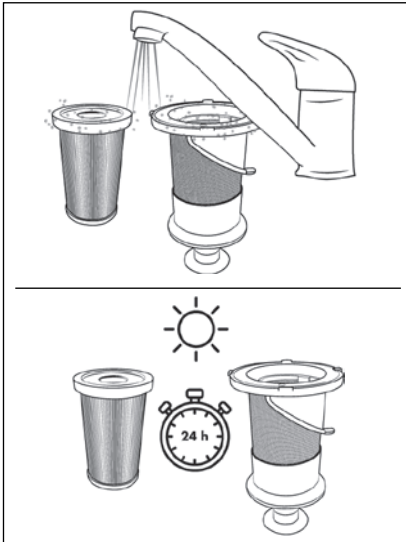

Abb. 25
- 5) Spülen Sie den EPA-Filter **5** und den Edelstahlfilter **6** unter kaltem oder lauwarmem Wasser aus. Lassen Sie den EPA-Filter **5** und den Edelstahlfilter **6** vollständig an der Luft trocknen, bevor Sie sie wieder in den Schmutzbehälter **7** einsetzen (siehe Abb. 25).